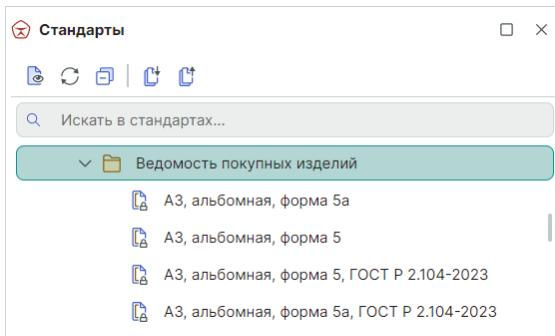

Рис. 73 Форматы и штампы ведомости покупных изделий
- Ведомость покупных изделий. В комплекте поставки включены формы «5» и «5а» альбомной ориентации листа формата А3, см. Рис. 73.